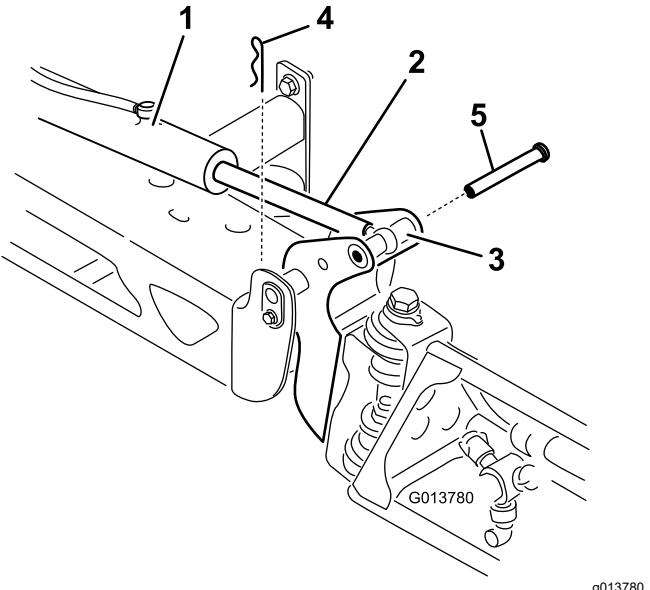

Figura 93
2. Retire la chaveta del pasador de giro (Figura 93).
3. Levante el brazo, retire el pasador (Figura 93), y baje el brazo lentamente al suelo.
9. Sujetando el brazo, introduzca el pasador a través del pivote del brazo y del émbolo del actuador (Figura 93).